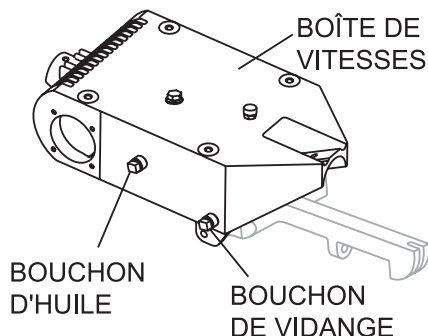

Figure 18. Boîte de vitesses
1. Déterminez si le niveau d'huile est bas dans la **boîte de vitesses** en retirant le bouchon d'huile sur le côté de la boîte de vitesses. Ce bouchon porte l'autocollant « **check** » (Figure 18). Le niveau correct d'huile lubrifiante correspond au bas du bouchon de remplissage.